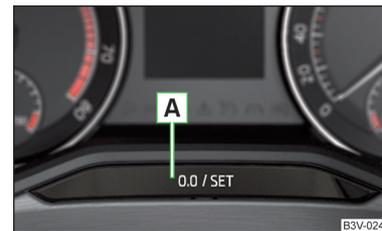

Abb. 48
- › Die Taste  » Abb. 48 gedrückt halten, bis im Display der Menüpunkt **Service** angezeigt wird.